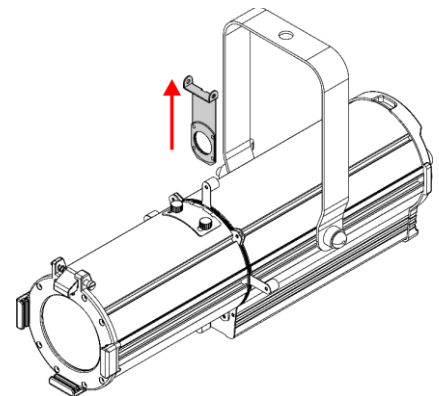

Fig. 12
- 03) Estrarre il **portagobo (08)** dallo slot del gobo (vedere Fig. 12).